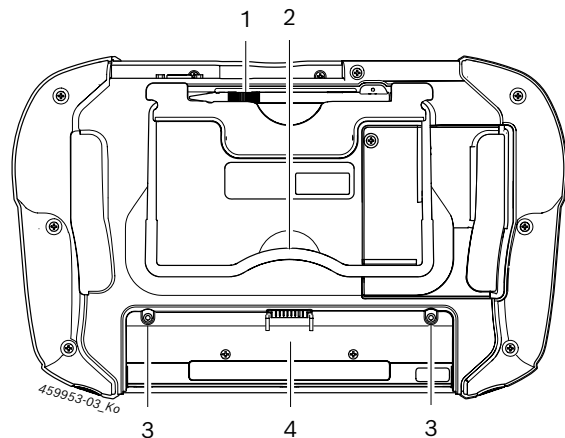

Fig. 3: Dessous du KTS 350
- Insérer l'accu dans le logement et le fixer à l'aide des deux vis qui se trouvent sur l'accu (voir Fig. 3, pos. 3).